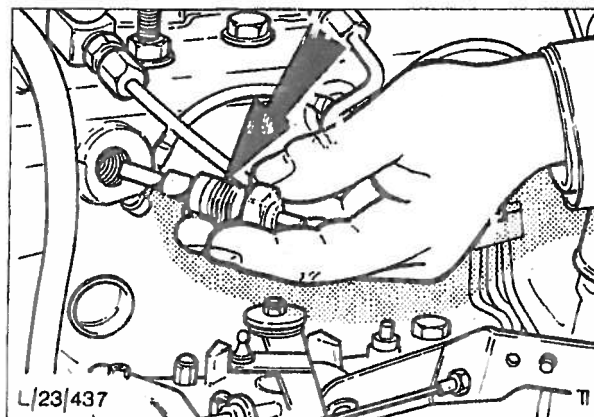

Fig. 58 Demontering av glødeplugg.
3. Kople fra ledningen og skru glødepluggen ut fra topplokket, fig. 58.